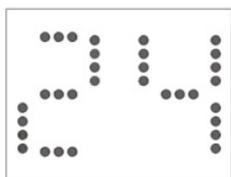

Fig 1
- Antes del cambio, en modo frío, la pantalla se muestra como la fig1.